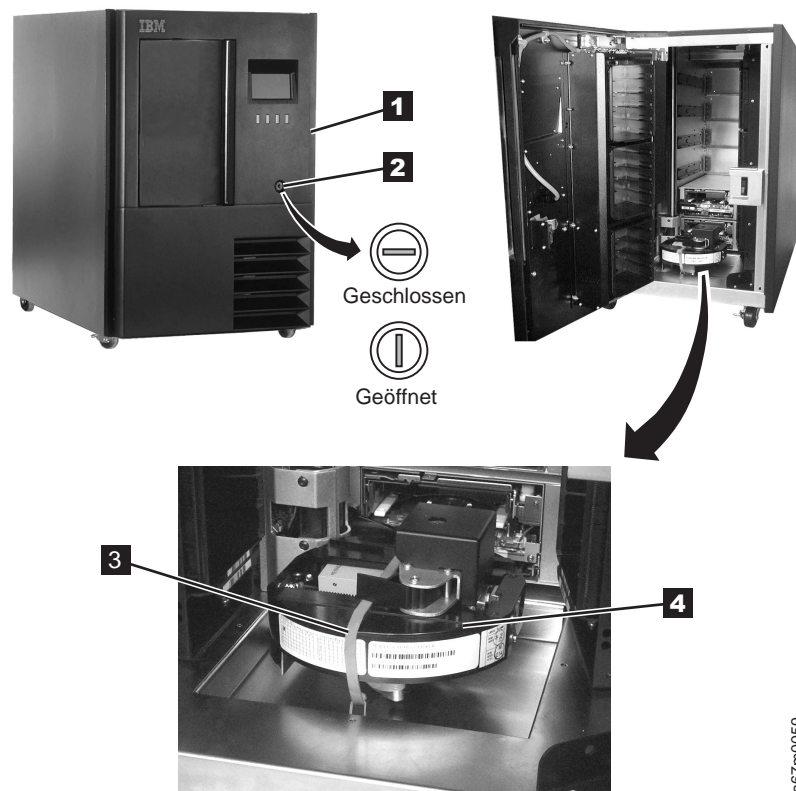

Abbildung 18. Band entfernen, mit dem der Greifarm befestigt ist
1. Öffnen Sie die vordere Tür (siehe **1** in Abb. 18), indem Sie den Schlüssel in das Schlüsselloch **2** stecken und nach rechts drehen.